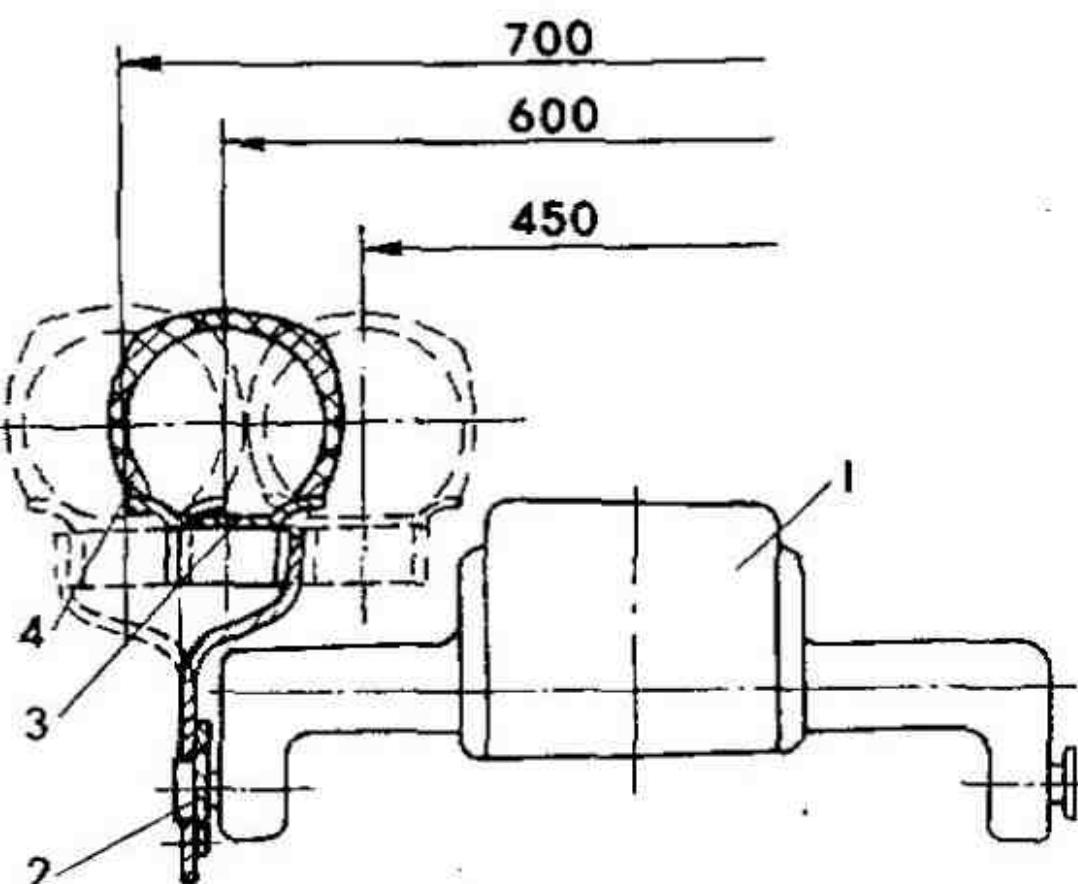

Рис. 29. Схема регулирования колеи мотоблока:
Колея мотоблока может изменяться в пределах 450, 600 и 700 мм. Схема регулировки приведена на рис. 29. Изменение колеи производится перестановкой колес и их дисков. Для изменения колеи с 600 мм на 450 необходимо выполнить следующее:
- 2) отвернуть гайки болтов 7 (рис. 12), вынуть болты, повернуть колесо 3 так, чтобы его можно было передвинуть в сторону корпуса трансмиссии и закрепить в положении, указанном на рис. 29. Перестановка второго колеса аналогична.
Из первоначального положения (колея 600 мм) можно получить колею 700 мм, перевернув колесо с диском на 180° . Для этого достаточно отвернуть четыре болта 10 (рис. 12), снять колесо 8, повернуть его на 180° и закрепить болтами правое колесо на место левого, а левое — на место правого (рис. 29).